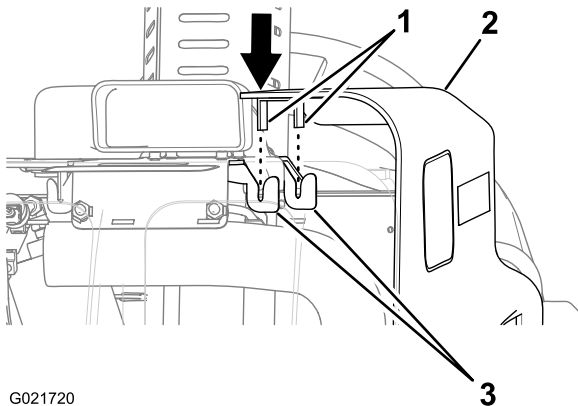

Bild 38
2. Fluchten Sie die Nasen oben an der Seitenplatte mit den Aufnahmehalterungen an der Maschine aus (Bild 38).